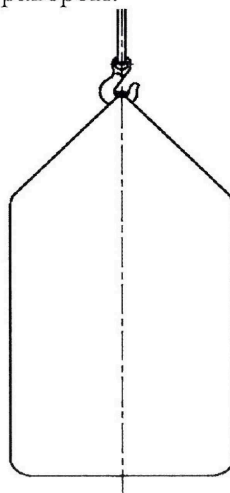
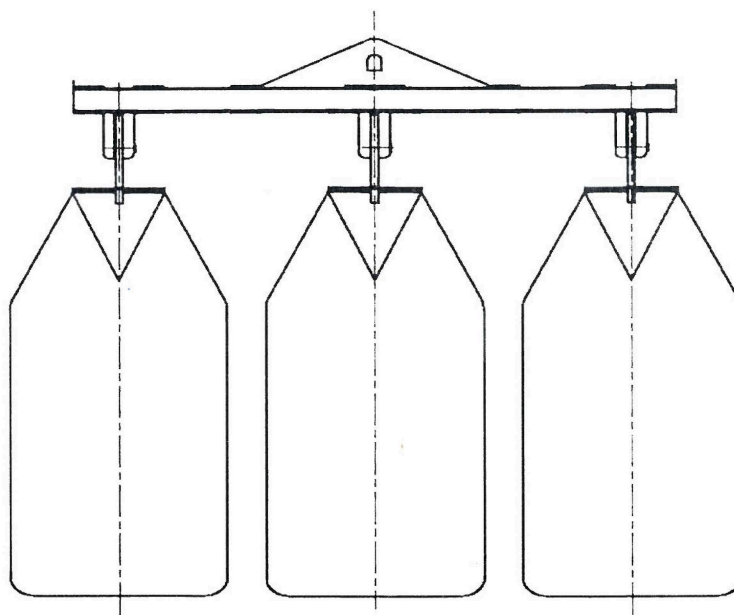

Рисунок 1
Рисунок 2
3. Необходимо правильно стропить контейнеры по одному (рис.1) или по 2-3 шт. (рис.2), используя специальные траверсы.